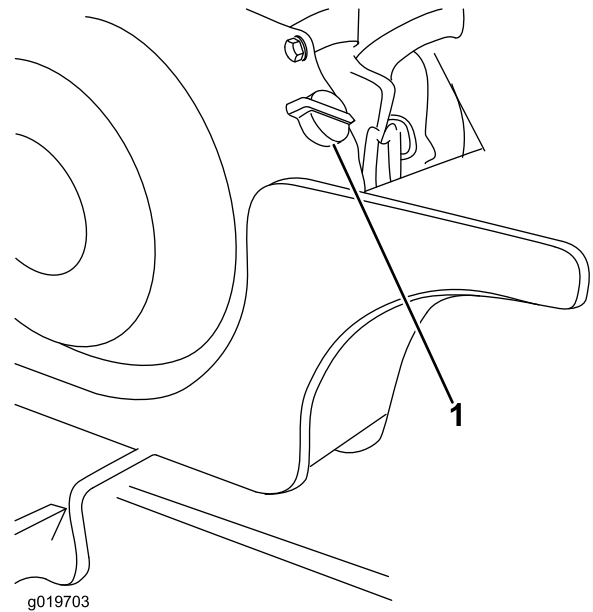

Figura 12
1. Mueva el interruptor del motor a la posición de Encendido (Figura 12).